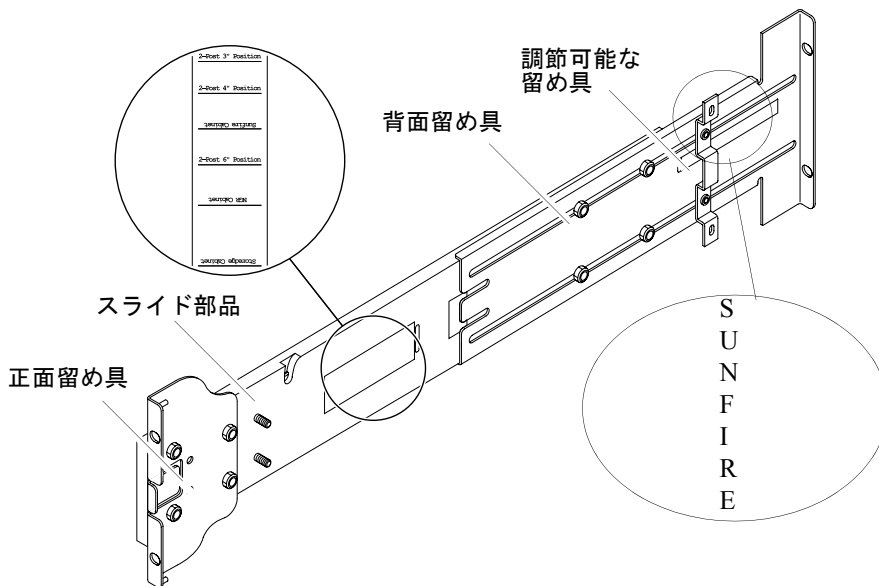

図 1-1 レール部品 (標準構成)
- 図 1-1 レール部品 (標準構成) 1-2
各レール部品は、次の 4 つの部品で構成されます (図 1-1)。
背面留め具または調節可能な留め具の位置を調節して、部品の変更します。スライド部品および背面留め具の金属部分には、特定のキャビネット用の留め具の位置が記されています。図 1-1 に、マークの位置を示します。
1. 調節可能な留め具を固定するナットを取り外し、調節可能な留め具を廃棄します (図 1-1)。